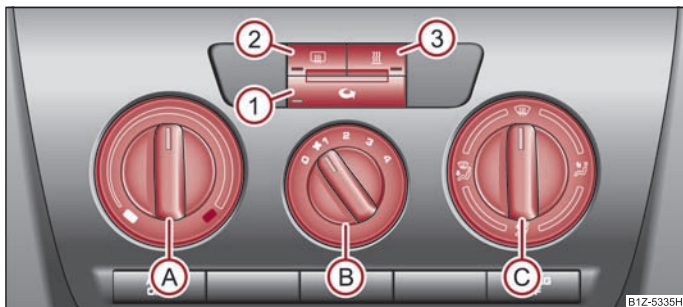

Fig. 106 Încălzirea: Elementele de comandă
- Rotiți regulatorul rotativ (A) ⇒ fig. 106 spre dreapta pentru a mări temperatura.
- Rotiți regulatorul rotativ (A) spre stânga pentru a reduce temperatura.
- Elementele de comandă Ⓐ, Ⓑ, Ⓒ și tasta ① ⇒ pagina 90, fig. 106.
- Apăsați tasta  - lampa de control din tastă $\Rightarrow$ pagina 90, fig. 106 se aprinde.
Când regulatorul  se află în poziția  $\Rightarrow$ pagina 90, fig. 106, recircularea aerului este oprită automat. Prin apăsarea repetată a tastei  puteți porni recircularea aerului și în această poziție.